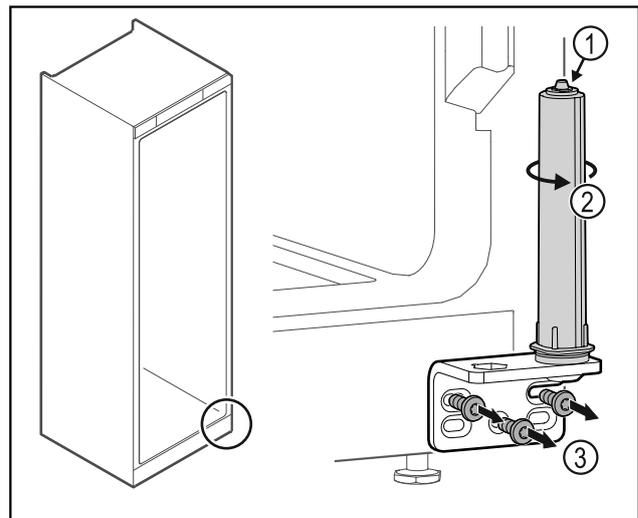

Fig. 46
▶ Не розбирати систему закриття дверей Fig. 46 (1).
- ▶ Повертати систему закриття Fig. 46 (2) до клацання.
- ▶ Відкрутити шарнірний кутик Fig. 46 (3).